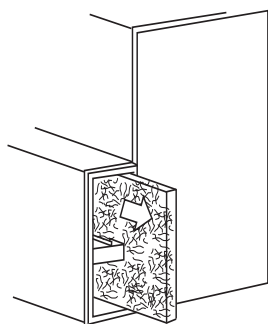
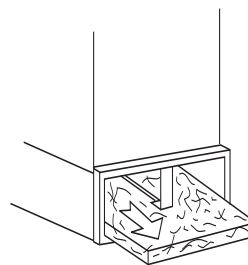

Fig. 22 – Retrait du filtre du boîtier de filtre de soufflante latérale
Fig. 23 – Retrait du filtre du boîtier de filtre de soufflante par le bas
- b. Sortez le filtre à air de la chaudière. Maintenez le côté brut vers le haut (s'il est sale) pour éviter de répandre la saleté. Consultez les Fig. 22 et Fig. 23.